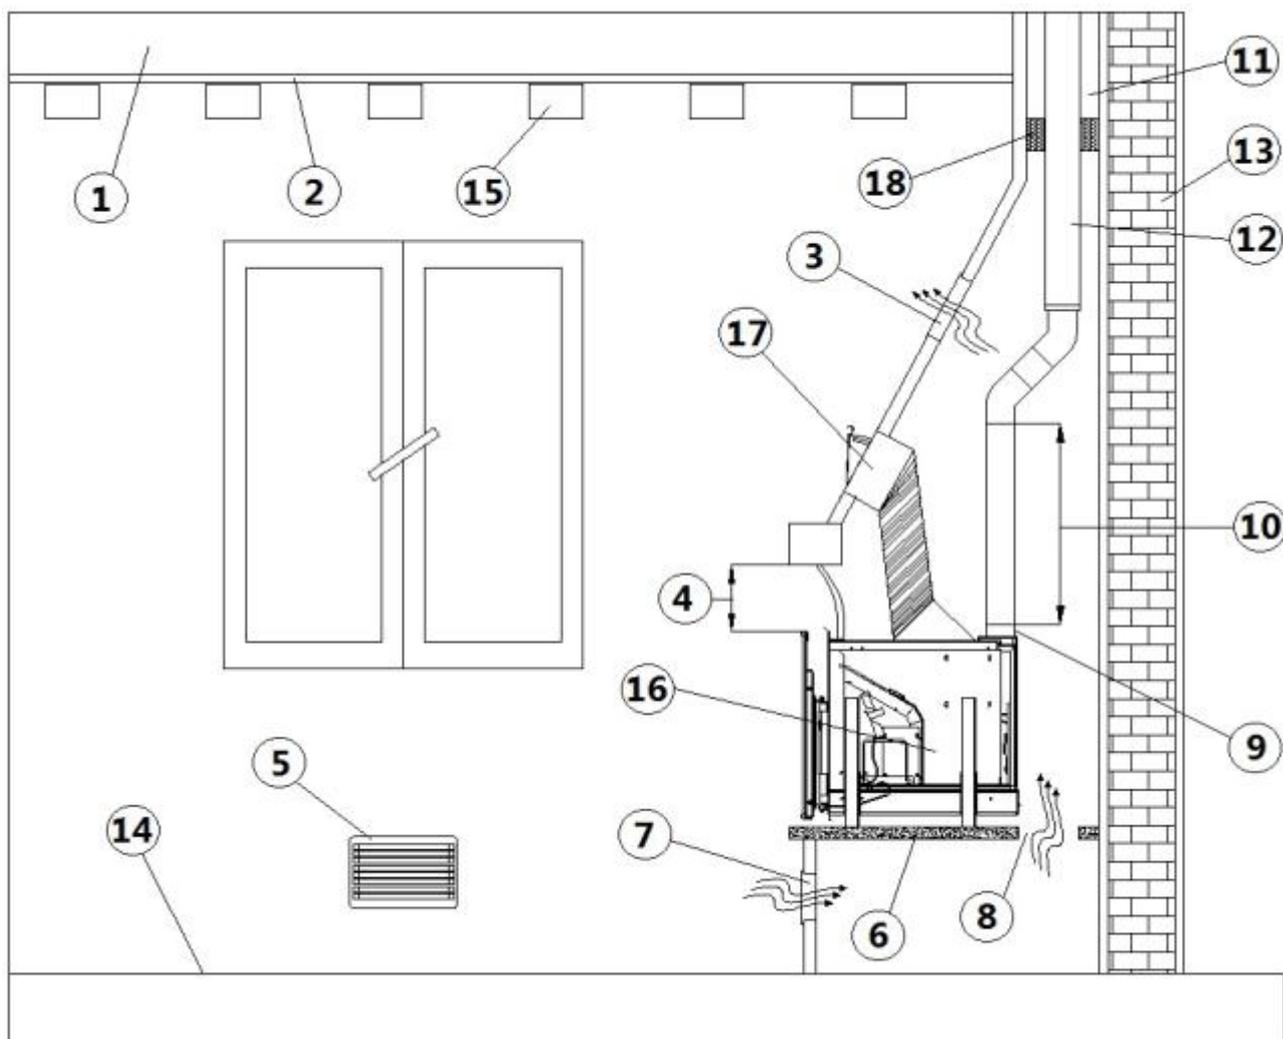

Fig 27 - Installazione su caminetto esistente
Verificare che l'uscita aria calda superiore non venga strozzata vedi **Fig 27 a pag. 25** .
**LEGENDA Fig 27**